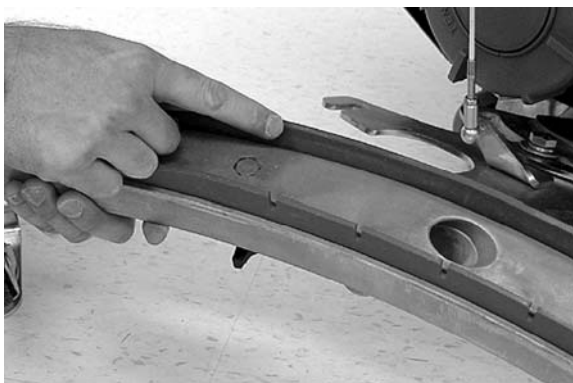

РИС. 44
7. Проверьте состояние вытирающей кромки лезвия швабры (Рисунок 44). При износе вращайте лезвие. (См. раздел ЗАМЕНА ЛЕЗВИЯ ШВАБРЫ)